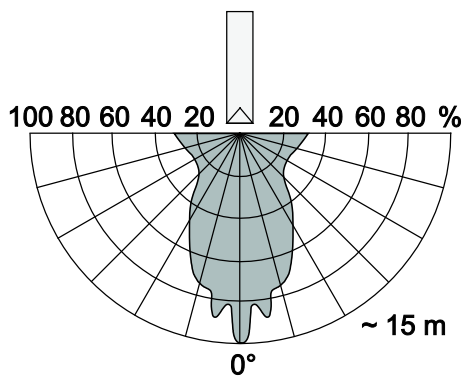

Abb. 4: IR-Empfangsbereich
IR-Empfangsbereich	ca. 15 m (0°-Linie); siehe Abb. 4
Für eine einwandfreie Funktion (Einhaltung der Empfangscharakteristika; siehe Abb. 4) darf die Helligkeit am Einbauort 200 Lux nicht übersteigen.
2. Beachten Sie bei der Adressierung den „IR-Empfangsbereich“, siehe Abb. 4.